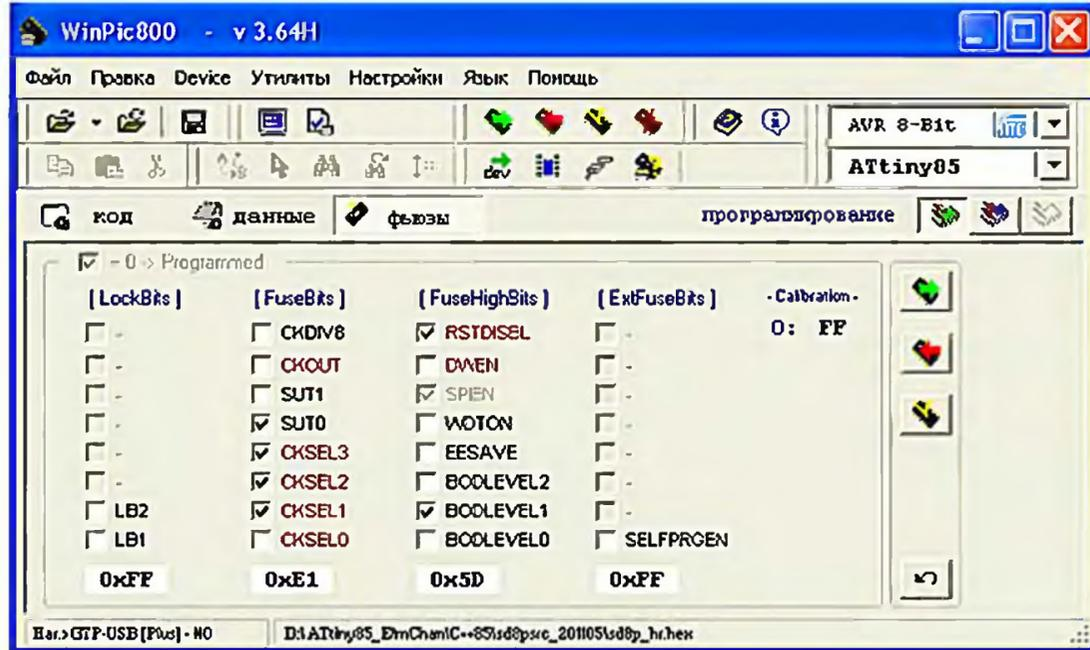

Рис. 53
1) Скачать со страницы <http://elm-chan.org/works/sd8p/report.html> файл «sd8psrc.zip» (43 КБ), в котором содержатся исходные листинги и HEX-коды проекта «Simple SD Audio Player with an 8-pin IC». Прошить любым низковольтным программатором файл «sd8p_mo.hex» в память МК ATtiny85. Затем запрограммировать фьюзы, как показано на **рис. 53**.